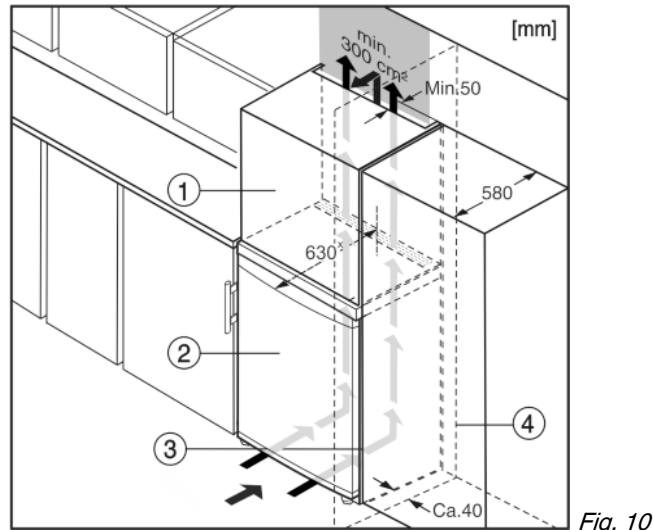

Fig. 10
- (1) Nástavná skříňka*
- (2) Přístroj*
- (3) Kuchyňská skříň*
- (4) Stěna*
Spotřebič lze zabudovat do kuchyňských skříní. K vyrovnání spotřebiče Fig. 10 (2) na výšku kuchyňské linky lze na přístroj nasadit nástavec Fig. 10 (1).
Při montáži do kuchyňských skříní (hloubka max. 580 mm) lze přístroj instalovat hned vedle kuchyňské skříně Fig. 10 (3). Přístroj přesahuje přední stěnu kuchyňské skříně na stranách o 34 mm * a uprostřed o 50 mm *.*
Když se přístroj instaluje závěsy vedle stěny Fig. 10 (4), musí být vzdálenost přístroje od stěny alespoň 40 mm. To odpovídá přesahu madla při otevřených dveřích.*